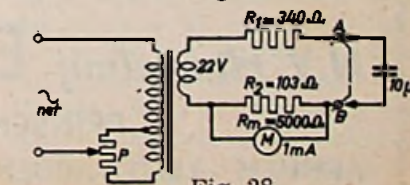

Fig. 28
**Technicus:** Dit zou ik echter nog willen opmerken: Alvorens je de capaciteit van electrolytische condensatoren gaat meten, dienen deze eerst enige tijd op de volle werkspanning aangesloten te zijn geweest, omdat anders de gevonden capaciteitswaarde niet met de werkelijke waarde zou overeenkomen. Met 't hier behandelde meetbereik is het mogelijk condensatoren met een capaciteit van 10—200  $\mu F$  te meten. Voor het meten van kleinere capaciteiten moet op een andere meetschakeling worden overgegaan. De schakeling ziet er dan uit zoals ik je hier schets (zie fig. 28). Terwijl bij de voorgaande meting de te meten condensator parallel aan de meter werd geschakeld, wordt deze thans in serie met de meter geschakeld. Als we de meetklemmen A en B dan ook doorverbinden, is deze schakeling volkomen gelijk aan de voorgaande. De benodigde meetspanning bedraagt hierbij dan ook 22 V, terwijl de stroom in de kring voor volle meteruitslag 50 mA bedraagt.